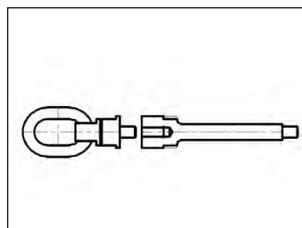

Abbildung 6: Distanzbolzen
- Distanzbolzen für Anschlagwirbel (nur für L2X-Systeme zugelassen und ausschließlich über EWIKON zu beziehen). Diese dürfen nicht für andere Transportarbeiten verwendet werden! Siehe Abbildung 6. Sie sollten nur dann eingesetzt werden, wenn aus Platzgründen Anschlagwirbel nicht verwendet werden können.